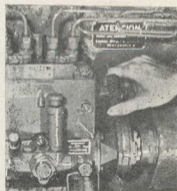

Fig. 17. Arranque en frío
- 6.ª Oprima el pulsador del dispositivo de "arranque en frío" situado en la bomba de inyección (fig. 17); recuperará su posición primitiva al arrancar el motor.